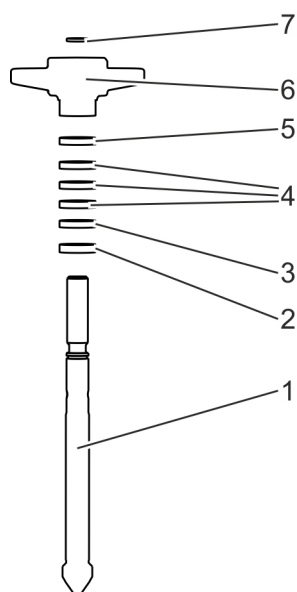

Fig. 28: Montage de la garniture d'étanchéité (le nombre d'anneaux de garniture varie)
- 25.** Placer un anneau de fond (Fig. 28/2) sur la broche (Fig. 28/1).
- 26.** Si un anneau de compartimentation (Fig. 28/3) à capuchon en tôle est utilisé, placer l'anneau de compartimentation (Fig. 28/3) avec le capuchon en tôle orienté vers l'anneau de fond (Fig. 28/2) sur la broche (Fig. 28/1).
Placer les anneaux de garniture (Fig. 28/4) sur la broche.
- 28.** Si un anneau de compartimentation (Fig. 28/5) à capuchon en tôle est utilisé, placer l'anneau de compartimentation (Fig. 28/5) avec le capuchon en tôle orienté vers le fouloir de presse-étoupe (Fig. 28/6) sur la broche (Fig. 28/1).
- 29.** Placer le joint torique (Fig. 28/7) sur la broche.
- 30.** Insérer la broche (Fig. 28/1) dans le chapeau en étrier.
- 31.** Placer le fouloir de presse-étoupe (Fig. 28/6) sur la broche.